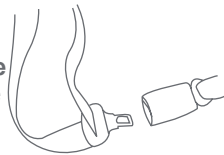

Fig. 39-1
9. Una combinación de cinturón de seguridad de regazo ó hombro con **una hebilla que pueda deslizarse libremente** a lo largo del cinturón de seguridad puede requerir el uso de un broche bloqueador (Fig. 39-1). Verifique su manual del propietario del vehículo para ver si el fabricante del vehículo ha provisto una forma alterna, como un retrator bloqueable en el cual evitar el movimiento de la porción del regazo del cinturón de seguridad.